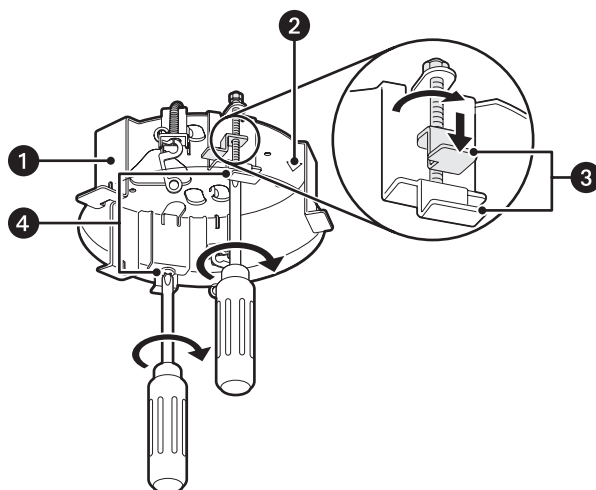

图 8. 安装天花板安装支架
- ① 主体
- ② 弹簧钩
3. 将天花板安装支架安装在天花板上（请参见图 8）。